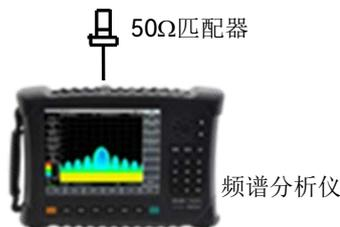

图 12-15 剩余响应测试设置
- 1) 按照图 12-15 连接测试仪器。在频谱分析仪信号输入端口上连接 50Ω匹配器,